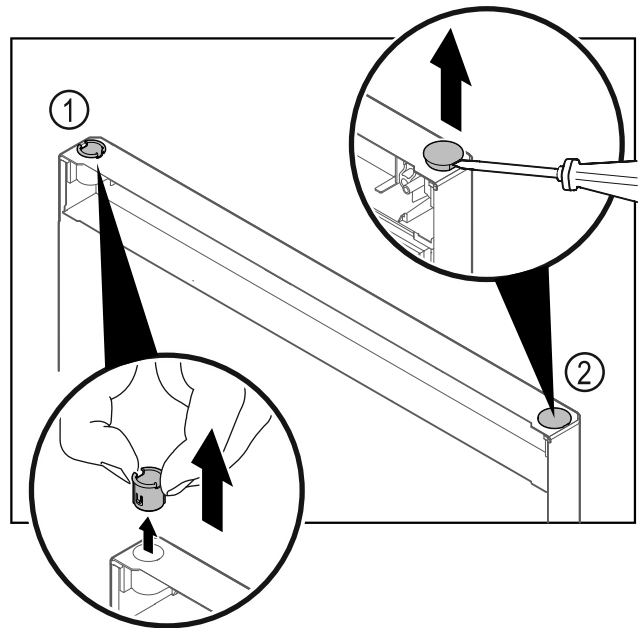

Fig. 39 Πόρτα τμήμα τος κατάψυξης
- ▶ Τραβήξτε έξω την υποδοχή μεντεσέ Fig. 39 (1) με τα δάχτυλα.
- ▶ Ανασηκώστε προσεκτικά την τάπα Fig. 39 (2) με ένα ίσιο κατσαβίδι και τραβήξτε την έξω.